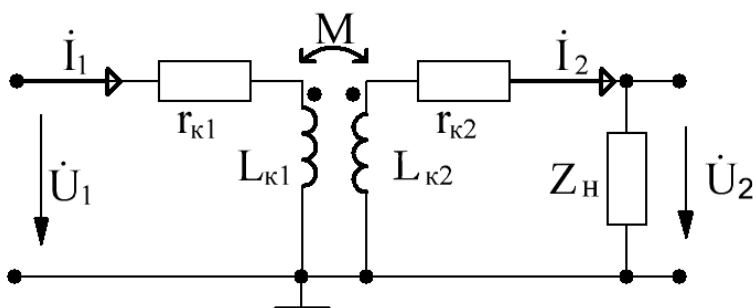

Рис. 4.1 – Схема линейного трансформатора.
1.1. Для схемы линейного трансформатора (рис.4.1) записать уравнения, связывающие  $\dot{U}_1$ ,  $\dot{I}_1$ ,  $\dot{U}_2$  и  $\dot{I}_2$  при произвольной нагрузке  $Z_H = R_H + jX_H$ .